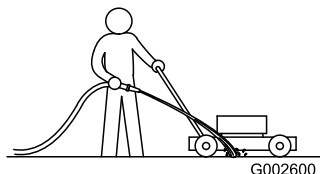

図 35
3. エンジンを始動し、ブレードを回転させた状態で、右後ろの車輪から付近からデッキ内部に水を掛ける図 35。